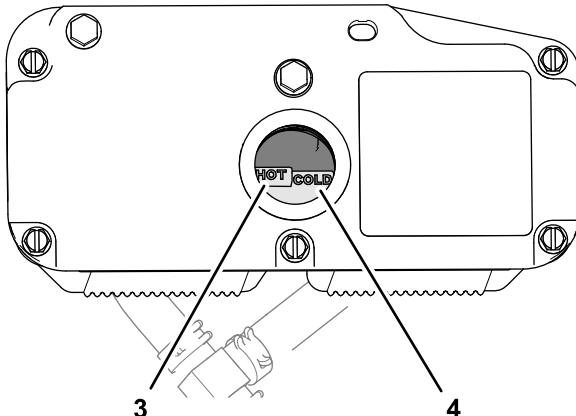

Figure 52
Remarque: Le liquide hydraulique doit recouvrir les mots FULL COLD (maximum à froid) qui sont moulés dans la chicane du réservoir (Figure 52).
5. Au besoin, faites l'appoint de liquide hydraulique spécifié jusqu'à ce qu'il recouvre le repère maximum à froid (FULL COLD) sur la chicane (Figure 52).
6. Remettez en place le bouchon du réservoir hydraulique (Figure 52) et serrez-le à la main.